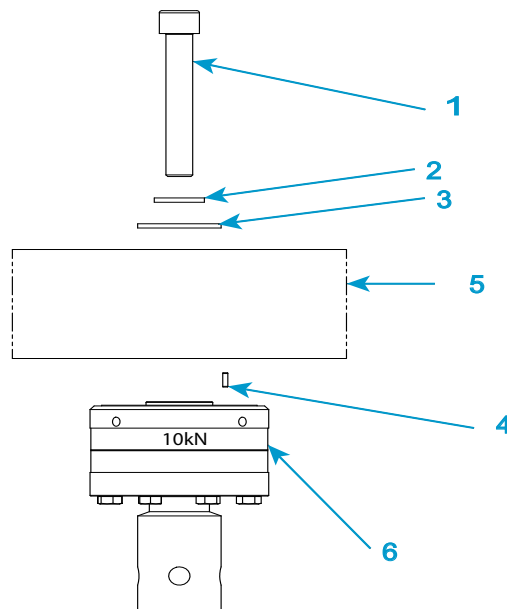

Abbildung 18. Kraftaufnehmers der Serie 2530 mit 10 kN installieren
Legende für Abbildung 18
1. Siehe Abbildung 18 auf Seite 86 und die entsprechende Legende.